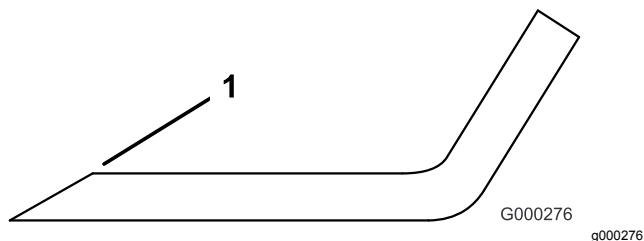

Figura 33
3. Inspeccione as extremidades de corte de todas as lâminas. Afie as extremidades de corte se estas apresentarem sinais de desgaste ou ranhuras. Afie apenas o lado superior da parte cortante e mantenha o ângulo de corte original para garantir um desempenho eficaz da lâmina (Figura 33). A lâmina mantém o equilíbrio se for retirada a mesma quantidade de metal de ambas as partes cortantes.